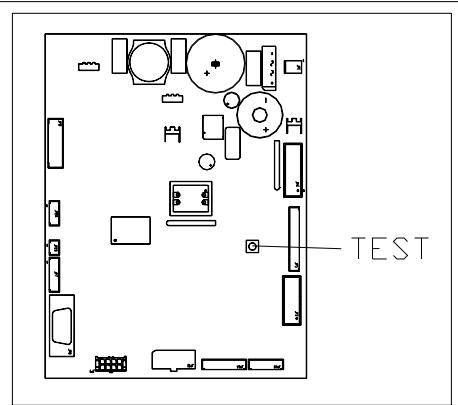

Abb. 7
- Den Knopf TEST Abb. 7 auf der Hauptsteuerkarte im Fach des Münzspeichers drücken. Auf dem Display erscheint die Meldung "**Die aufzufüllende Platte wählen**".
- d) Nach Einfüllung der neuen Ware den Knopf **OK** drücken (Shopper-Knopf), um das Vorhandensein von Ware im Schacht zu registrieren und das Haltbarkeitsdatum einzustellen, bei dessen Ablauf der Verkauf dieser Ware nicht mehr zugelassen wird. Wenn keine Ware eingefüllt wurde, die entsprechende Auswahltafel für den nächsten Schacht wählen. Dieser Vorgang wird solange fortgesetzt, bis alle Schächte registriert sind oder zum Wiederauffüllen eine andere Platte gewählt wird. Der Automat wechselt nach der Analyse aller Platten automatisch vom Füllmodus in den Normalmodus. Der Füllmodus kann jederzeit durch Betätigung des Knopfes TEST Abb. 7 verlassen werden.
- e) Wenn eine Kategorie **Fifo** aufgefüllt wird, müssen alle Schächte lückenlos nacheinander befüllt werden. Wenn nicht genug Produkte zum Füllen einer Fifo-Kategorie zur Verfügung stehen: Den Knopf **OK** drücken, nachdem das letzte Produkt zugeführt wurde und anschließend den Füllmodus verlassen (Knopf TEST Abb. 7) oder die nächste zu befüllende Platte auswählen.
- 2) Die Taste TEST Abb. 7 drücken, die auf der Hauptkontrollplatine des Münzgerätfaches befindet; auf dem Display erscheint die Schrift "**Trommel zum Befüllen auswählen**".
- 5) Die Taste TEST Abb. 7 drücken, um in jedem Moment den Freiverkauf zu verlassen.